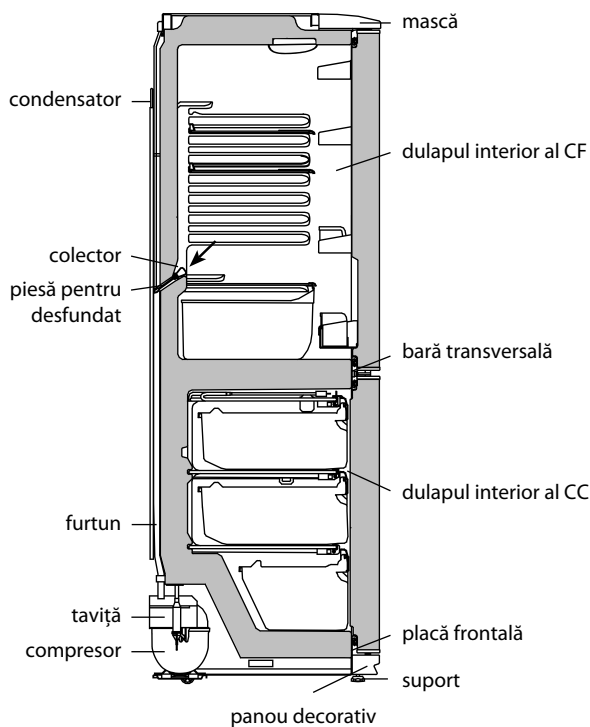

Figura 4 – Schema scurgerii apei rezultate în urma topirii din CF
2.2.1 În CF se folosește un sistem automat de dezghețare. Bruma, care apare pe perețele din spate al CF, după deconectarea compresorului care lucrează în ciclu, se topește și se transformă în picături de apă. Picăturile de apă rezultată în urma topirii se scurg în colector, apoi prin gaura acestuia și prin furtun – în tavița de pe compresor, în conformitate cu figura 4 și se evaporă. Gaura colectorului este dotată cu o piesă pentru prevenirea înfundării sistemului de drenaj.
Prezența apei în colector indică înfundarea sistemului de drenaj. Pentru eliminarea înfundării folosiți piesa corespunzătoare și curățați gaura colectorului, astfel ca apa să se scurgă liber în taviță, apoi spălați piesa și instalați-o în conformitate cu figura 4.
SE INTERZICE să utilizați frigiderul cu sistemul de scurgere înfundat. Apa care a apărut pe fundul CF sau care a ajuns în locul de alăturare a barei transversale și a dulapului interior al CF, în conformitate cu figura 4, poate provoca coroziunea dulapului exterior al frigiderului și elementelor agregatului frigorific, defectarea izolației termice, formarea crăpăturilor dulapului interior și defecțiunea frigiderului.
SE INTERZICE să decongeleți congelatorul fără utilizarea elementului pentru drenare. Apa rezultată în urma topirii care se scurge din cameră afară de elementul pentru drenare, pătrunzând în locul de alăturare a plăcii frontale la dulapul interior în conformitate cu figura 4, poate